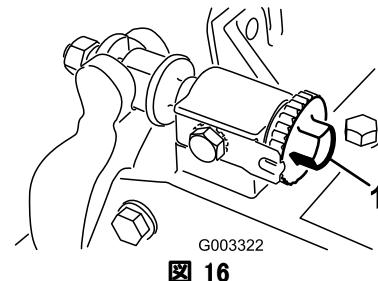
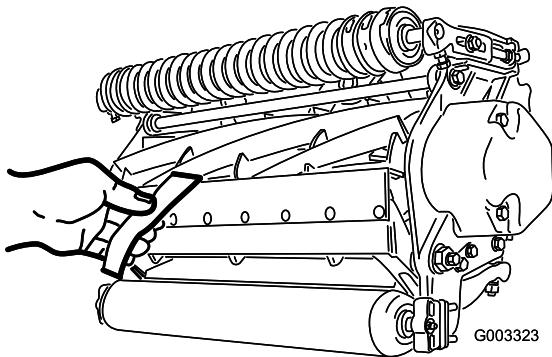

図 16
図 17
- ユニットを水平で平らな作業台の上に置く。ベッド・バー調整ネジ（図 16）を左に回して、リールと下刃の接触を完全になくす。
重要 ユニット左右についているベッドバー調整ネジのナットが床に当たっていないことを確認する（図 16）。
- リール前面の左右いずれかの端を選び、リールと下刃の間に新聞紙片を差し入れる（図 17）。リールをゆっくり前回転させながら下刃調整ネジ（図 16）を締め（新聞紙を入れた側の調整ネジを、1目盛りづつゆっくりと）、新聞紙を前から（ベッドナイフの上面に平行に）入れると軽く挟まれる程度に調整する。新聞紙を引き抜くのに軽い力が必要な程度でよい。
- 両側の調整ができたら最終確認を行う：紙片をリールの前から差し込んだ時にはさむだけ、下から差し込むと切れるのが正しい調整である（図 17）。リールと下刃のごくわずかの接触で紙が切れなければいけない。接触を強くしないと切れない（リールが新聞紙を強く挟み込まないと切れない）場合には、鋭利な刃先を取り戻して精密なカットができるようにバックラップか研磨を行うことが必要である（Toroリール・モアとロータリー・モアのための研磨マニュアル Form No. 80-300PT を参照）。